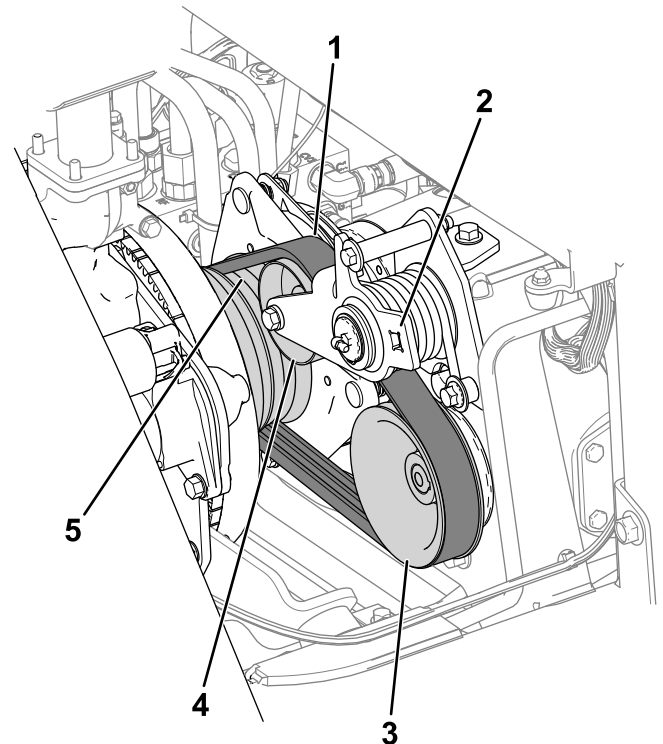

Figure 1
1. Utilisez un cliquet pour détendre la courroie de déplacement (Figure 1).
2. Retirez la courroie de la poulie de tension (Figure 1).
7. Chaussez la courroie sur la poulie de tension (Figure 1).